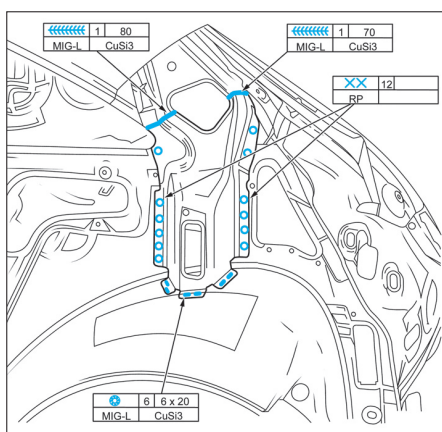

FIG. 90
• Souder le renfort de la doublure d'aile arrière (Fig.90).